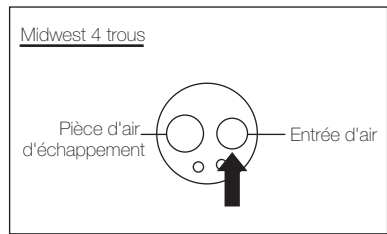

Fig. 6
- 2) Insérez l'embout de pulvérisation à tête biseautée dans l'orifice d'entraînement pneumatique du moteur (IPA). Tenez le moteur et pulvérisez pendant environ 2-3 secondes. Vaporisez du lubrifiant jusqu'à ce qu'il en ressorte de la pièce d'air d'échappement pendant au moins 2 secondes. (Fig.6)